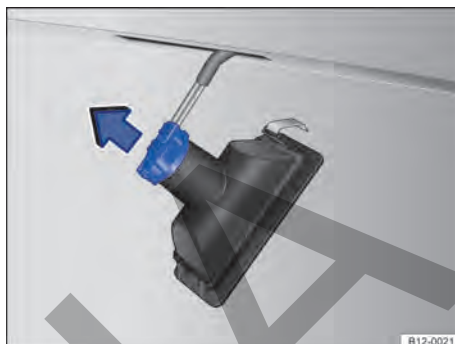

Fig. 109 Luz de la placa de licencia: retirar el portalámparas.
3. Girar el portalámparas en **sentido antihorario** y retirar en la dirección de la flecha → fig. 109.